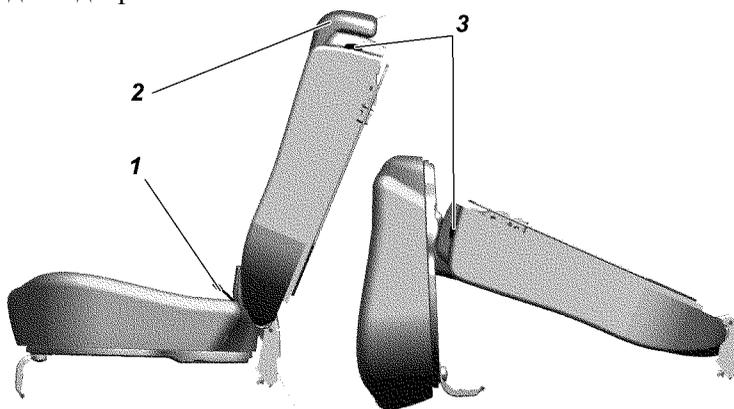

Рис. 3.24. Заднее трехместное сиденье:
**Заднее трехместное сиденье** (рис. 3.24) состоит из одноместной и двухместной подушки и одноместной и двухместной спинки.
-потяните за петлю 1 (рис. 3.24) и установите подушку в вертикальное положение;
-потяните за рычаг 3 по направлению движения автомобиля, освободив спинку, уложите ее, как показано на схеме, рис. 3.24;